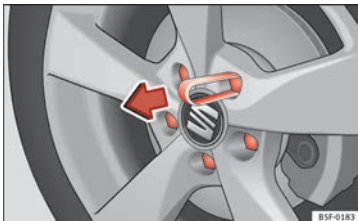

Abb. 61 Abdeckkappen der Radschrauben abziehen.
- Schieben Sie die Kunststoffklammer (Bordwerkzeug) so weit auf die Abdeckkappe, bis sie einrastet » » **Abb. 61**.